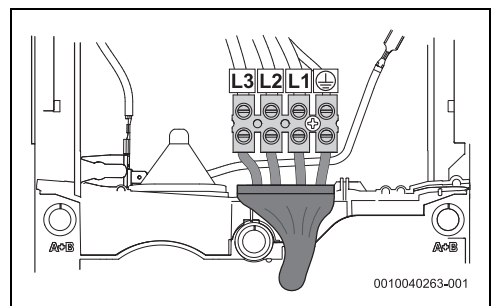

Fig. 43 Raccordement inférieur pour câble court
- Raccordement inférieur pour câble court (fig. 43)